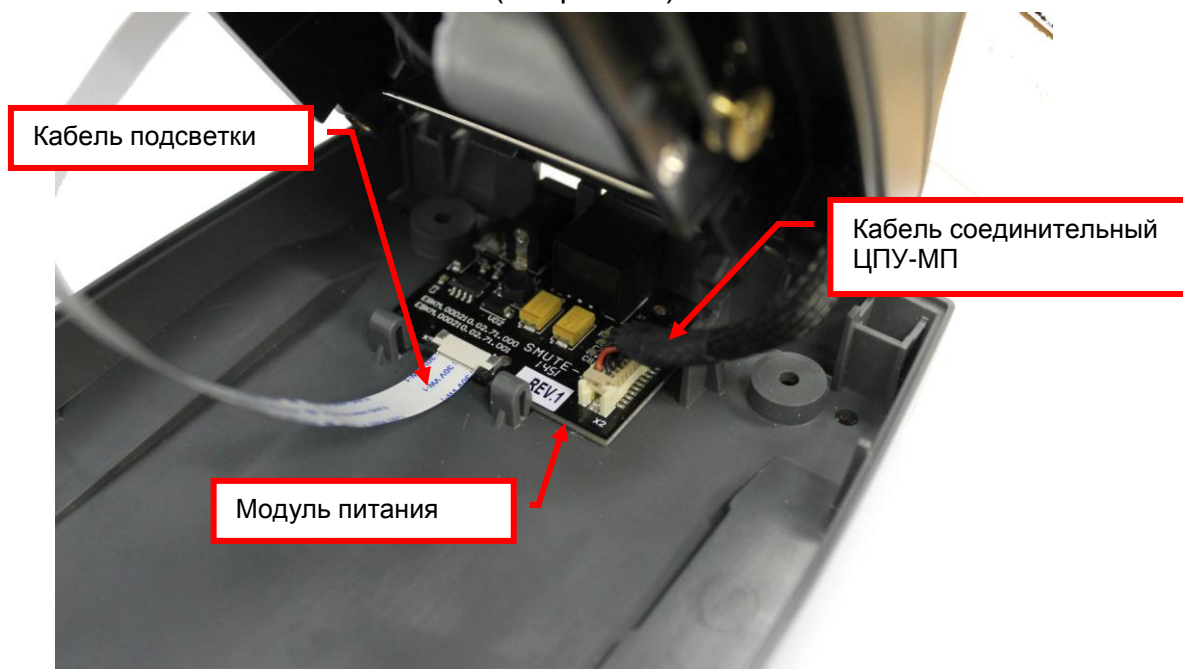

Рис. 8.2
8.1.2 Отсоедините кабель подсветки ЕВКМ.00D210.00.73.000 от разъема Х5 модуля питания ЕВКМ.00D210.02.71.000. Отсоедините кабель соединительный ЦПУ-МП ЕВКМ.00D220.06.00.000 от разъема Х2 модуля питания ЕВКМ.00D210.02.71.000 (см. рис.8.2).